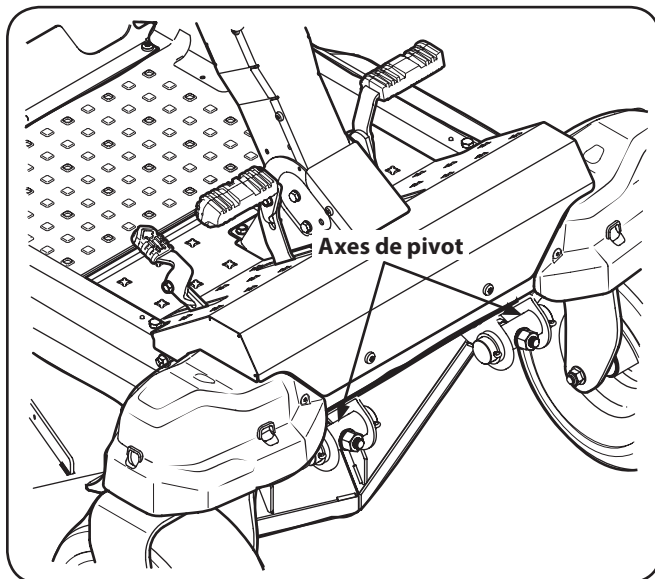

Figure 6-6
5. Pour relever le devant du plateau de coupe, desserrez les écrous autobloquants à l'avant des axes de pivot à l'aide d'une clé. Ensuite, serrez les contre-écrous situés à l'arrière des axes de pivot pour relever le devant du plateau de coupe et le maintenir en place. Voir Figure 6-6.
6. Pour abaisser le devant du plateau de coupe, desserrez les contre-écrous à l'arrière des axes de pivot à l'aide d'une clé. Ensuite, serrez les écrous autobloquants à l'avant des axes de pivot pour abaisser le devant du plateau de coupe et le maintenir en place. Voir Figure 6-6.